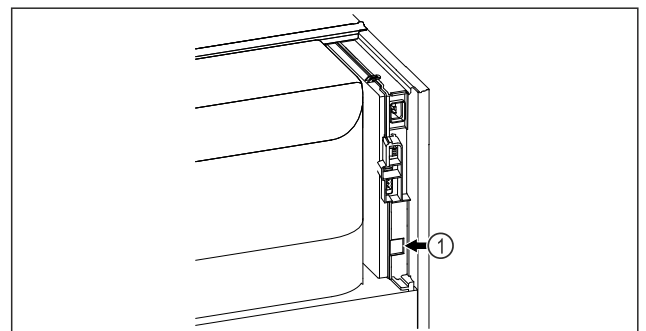

Fig. 134
- Je používán SmartModule Fig. 134 (1).